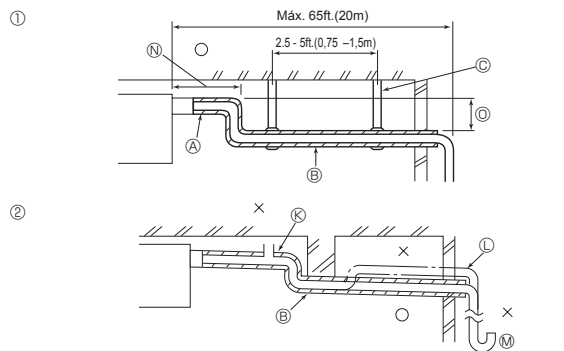

Fig. 4-1
- Utiliser le tuyau d'écoulement fixé pour modifier le sens d'extraction du tuyau. (Fig. 4-1)
- ① Tuyautage correct
- ② Tuyautage erroné